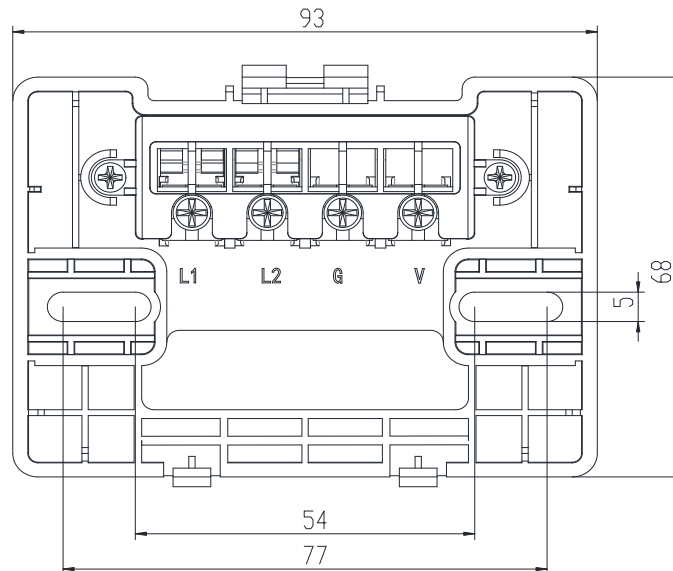

图 2 安装尺寸图
- 火灾显示盘采用明装方式，通过使用膨胀螺栓、M4 螺钉将底座固定在墙上或预埋盒上（安装孔距为 60mm），安装尺寸如图 2 所示，尺寸单位：mm。